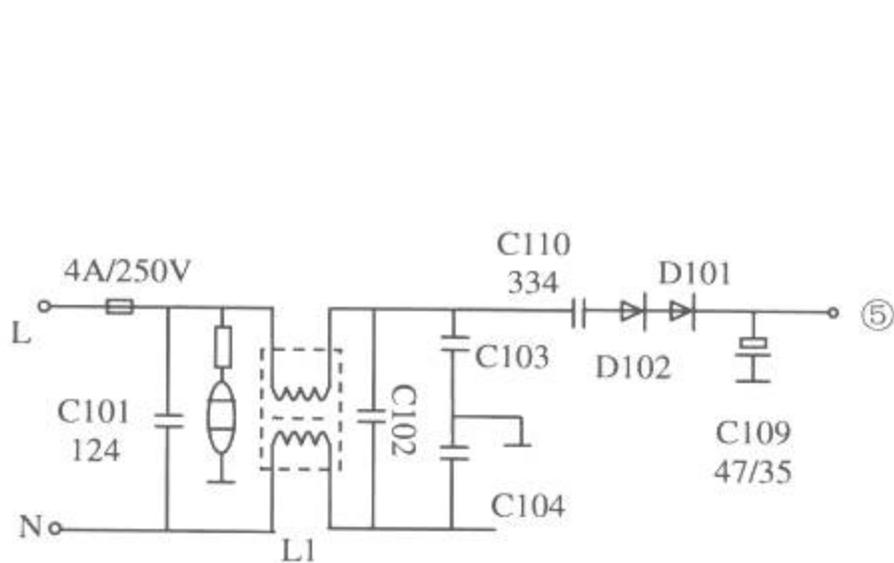

图 8-10 启动电路
经抗干扰电路滤除杂波后的交流市电通过电容器 C110、D102、D101、C109 半波整流滤波后，电压降低为 10V 左右，由 P3-⑤送到脉冲产生电路板，加到 UC3842 第 7 脚，作为软启动工作电压，如图 8-10 及图 8-9 所示。UC3842-7 脚电压过高或过低都会引起 UC3842 进入保护工作状态，因此，该脚也具有交流输入过压和欠压保护的功能。
参考图 8-10。当输入的交流电压偏低时，经 C110、D102 及 D101、C109 整流滤波后的电压也将偏低，使 UC3842 第 7 脚电压低于启动电压，UC3842 不能启动，电源进入保护状态；当输入电压过高时，稳压二极管 ZD1 击穿，送入 UC3842 过流保护输入端第 3 脚，通过内部电路启动过流保护电路，最终使 UC3842 停止第 6 脚的 PWM 脉冲输出，开关电源停止工作，起到保护作用。